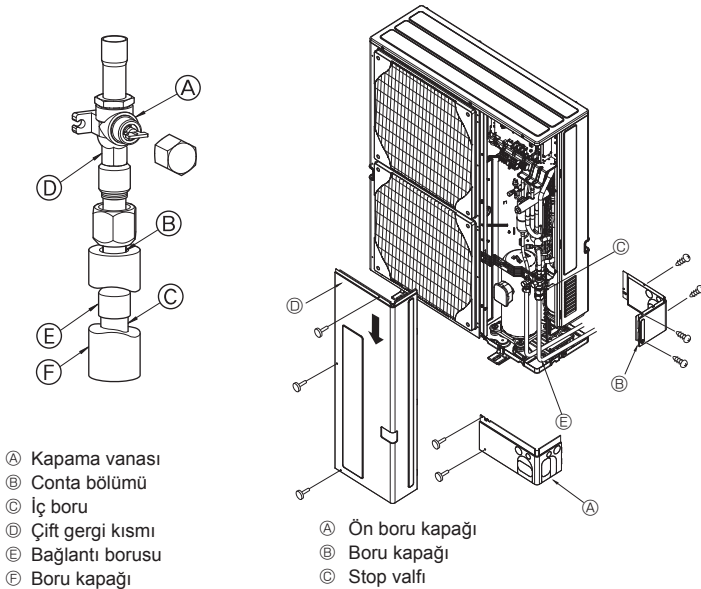

Fig. 4-3
- Gaz boruları bağlantısı için aşağıdaki yöntemi kullanın. (Fig. 4-3) (SHW230)